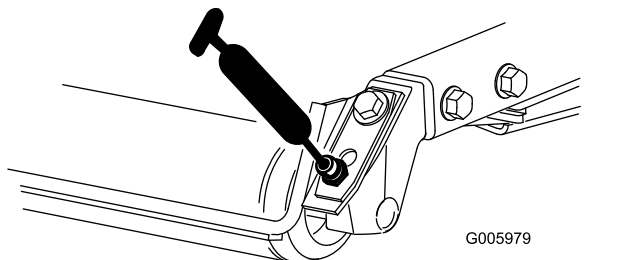

図 55
- 図 55 に示す、後ローラのベアリングカッティングユニット 1 台に 2 ケ所